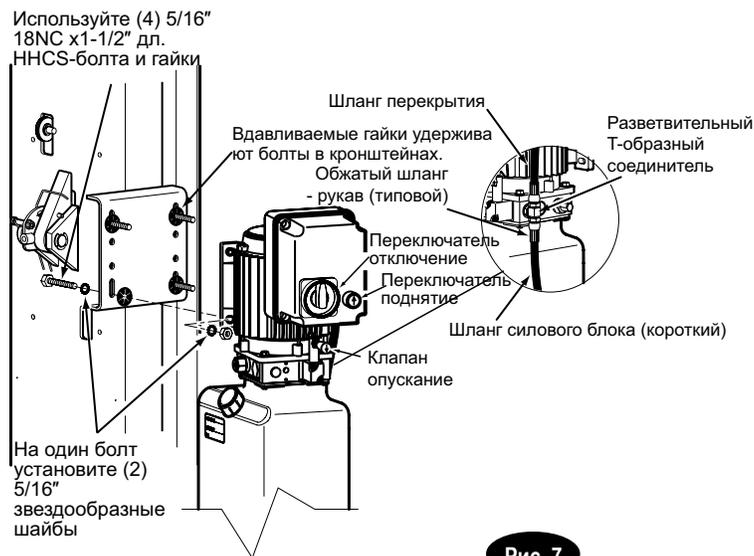

Рис. 7
8. **Силовой блок:** Сначала вставьте (1) звездообразную шайбу в один из (4) 5/16"-18NC x 1-1/2" болтов. **Это очень важно для заземления.** Вставьте (4) болта 5/16"-18NC x 1-1/2" дл. через отверстия в кронштейне силового блока, используя вдавливаемые гайки для удерживания на месте. Поскольку мотор является наиболее тяжелой частью блока, два человека должны поднимать блок, поддерживая мотор одной рукой. Поместите блок на болты, причем один человек должен поддерживать силовой блок, а другой - установить фиксирующие шайбы и гайки. Установите и закрепите на насосе адаптер гидравлического шланга. Затем установите и закрепите Т-образный соединитель, подключите к нему шланги подачи (см. рис. 7).
9. Шланги: Очистите адаптеры и шлаг. Проверьте отсутствие повреждений во всех резьбовых сочленениях и убедитесь, что все концы шлангов обжаты (см. рис. 7).